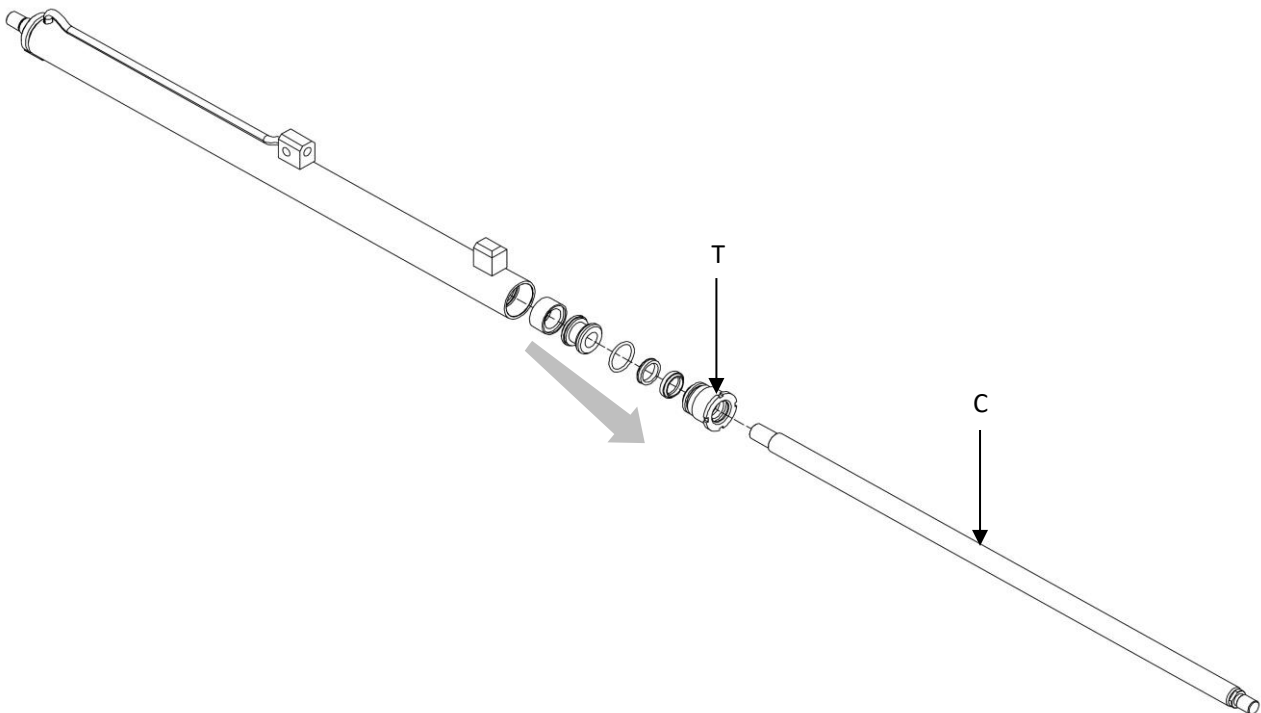

Figura 30
8. Prendere come riferimento la *Figura 30*.